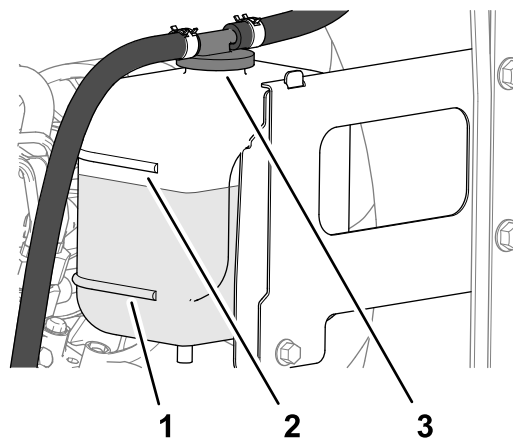

Рисунок 108
3. Проверьте уровень охлаждающей жидкости в расширительном бачке (Рисунок 108).